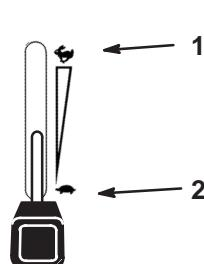

Bild 21
5. Stellen Sie beim Anlassen eines kalten Motors den Gashebel auf "SCHNELL" (Bild 21).
1. Stellen Sie den Gashebel auf "LANGSAM" (Bild 21).